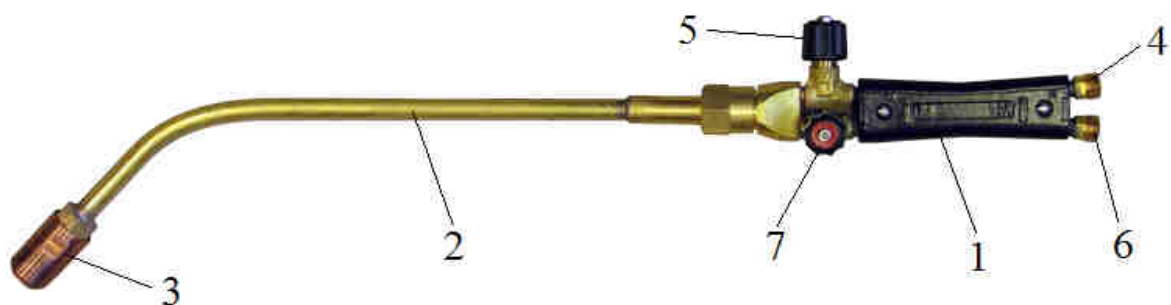

Рис.1. Горелка ГП-1 Вулкан
4.1 Внешний вид и состав горелок ГП-1 см. Рис.1, 2.